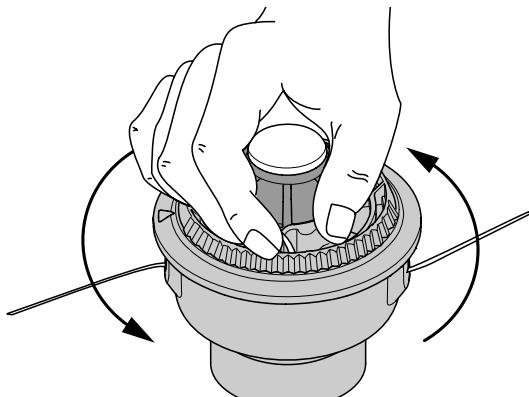

Figure 19
8. Sostenga la bobina exterior. Bobine el carrete interior en sentido antihorario hasta que queden alrededor de 102 mm (4 pulgadas) de línea (Fig. 19).